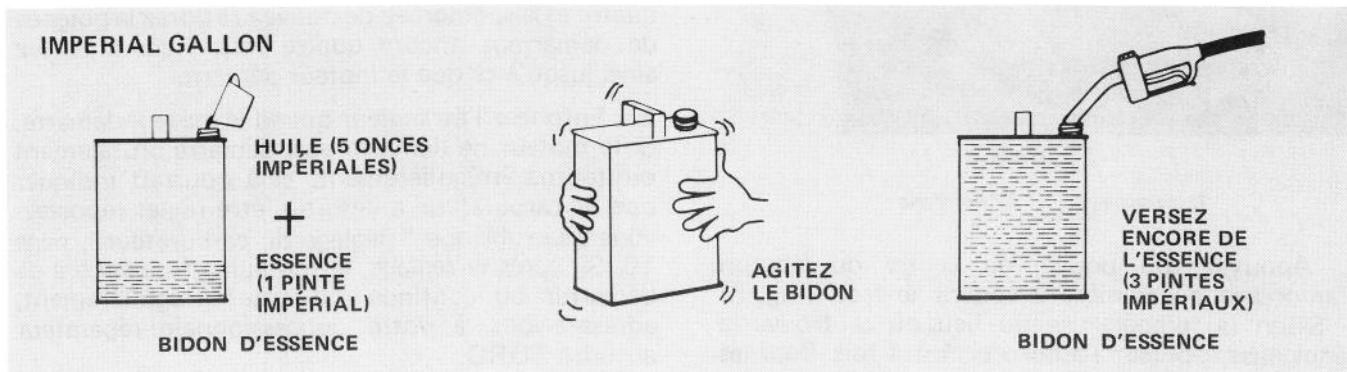

Figure 5B
1. Versez 1 pinte Impérial d'essence au plomb ORDINAIRE dans un bidon à essence (Fig. 5B).
2. Versez 5 onces impériales d'huile pour moteur à deux temps dans le bidon à essence (Fig. 5B). N'UTILISEZ PAS d'huile multigrade.
3. Agitez vigoureusement le bidon d'essence pour bien mélanger l'huile et l'essence (Fig. 5B). N'oubliez pas de mettre le bouchon sur le bidon d'essence avant de l'agiter.
4. Versez 3 autres pintes Impériaux d'essence dans le bidon (Fig. 5B).